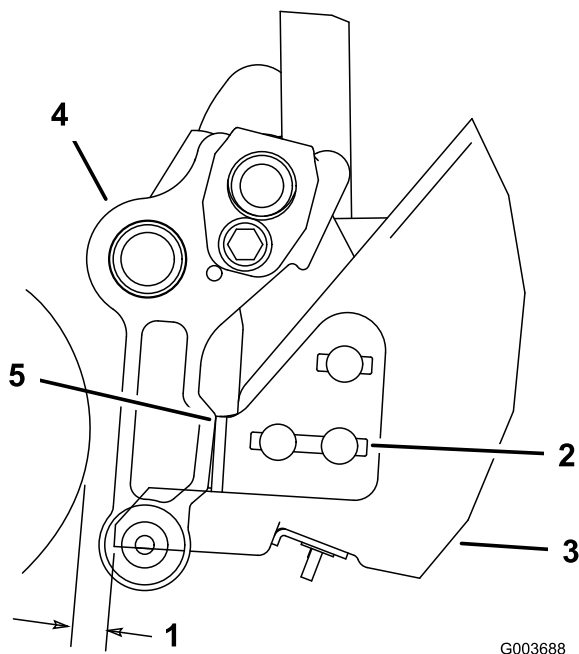

Рисунок 8
1. На каждой стороне корзины ослабьте гайки каретных болтов, которые крепят ограничительные кронштейны к корзине (Рисунок 8).
2. Расположите корзину параллельно режущему блоку с минимальным зазором в 6 мм между выступом корзины и барабаном (Рисунок 8).